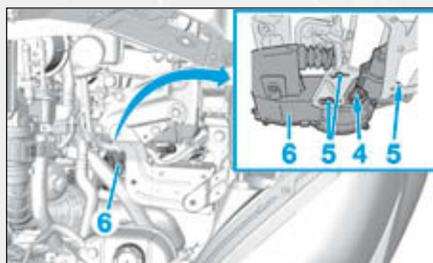

FIG.10
- Débrancher le connecteur (4) (Fig.10).
- Desserrer les vis (5) sans les déposer (4 tours).
- Déplacer l'actionneur d'embrayage (6) pour dégager les vis (5) dans les trous oblongs.
- Déposer l'actionneur d'embrayage (6).